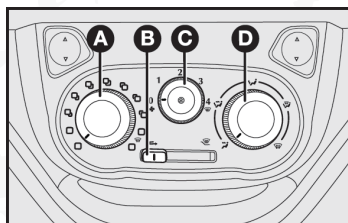

fig. 38
### CONTROLES - fig. 38
- 1) Control para la temperatura del aire A-fig. 38 totalmente localizado a la izquierda.
- 2) Palanca del ventilador C-fig. 38: localizado en la velocidad máxima.
3) Control para la distribución del aire D-fig. 38 indicador en , para controlar que todas las salidas de aire estén abiertas.
4) Conecte el aire acondicionado abriendo el selector C-fig. 38.
El aire acondicionado es muy útil para acelerar el desempañamiento, pues deshumidifica el aire. Para desempañar el lado interno del parabrisas, active el aire acondicionado, apretando el selector C-fig. 38.
- 1) Aire acondicionado activado: selector C-fig. 38.